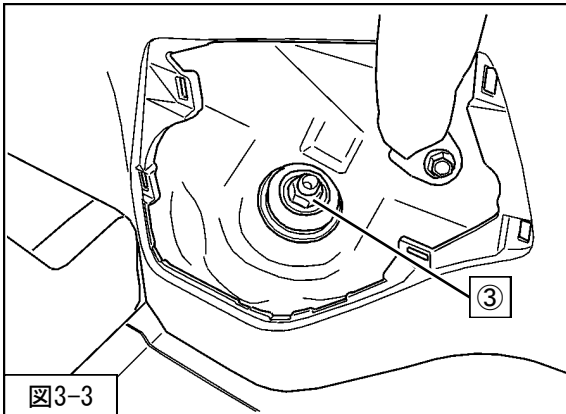

図3-3
を取外してください。(図3-3)
6. ④リアショックアブソーバASSYロア取付ボルト・ナットを取外してください。(図3-3)